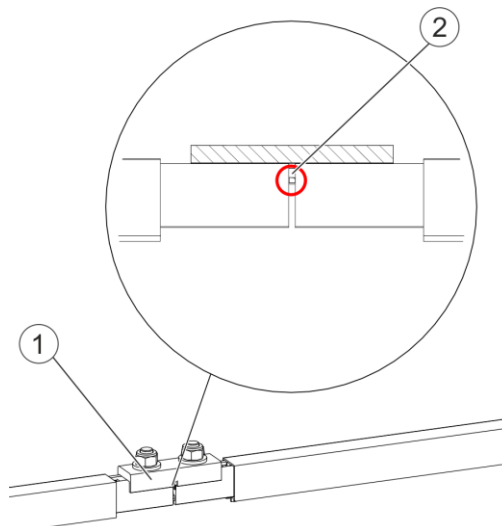

Fig. 77 : Élément de liaison avec encoche (pos. 2) poussé sur les deux extrémités du rail conducteur
- Pousser le rail conducteur de la deuxième extrémité du rail jusqu'à l'encoche (pos. 2) de l'élément de liaison (voir Fig. 77).